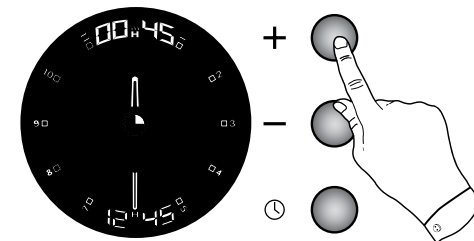

Fig. 7
3. Trykk på + eller - for å stille inn ønsket tilberedningstid (fig. 7). Eksempel: 25 minutter. Innstillingen registreres automatisk etter noen sekunder og displayet i toppen av uret slutter å blinke. Steketidsymbolet 🕒 begynner å blinke for å indikere at steketid er stilt inn.